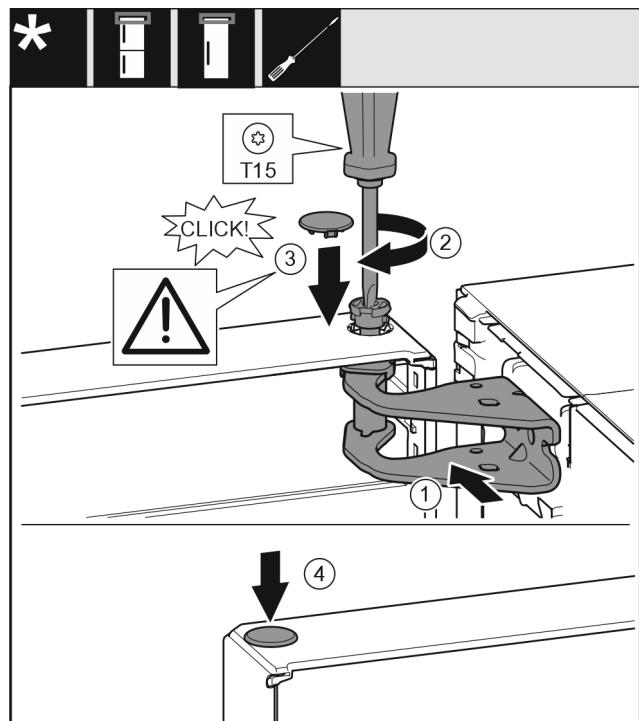

Fig. 19
- Dvere hore vyrovnajte s otvorom v ložiskovej konzole. Fig. 19 (1)
- Vložte čap a pevne ho priskrutkujte skrutkovačom T15. Fig. 19 (2)
- Namontujte poistný kryt pre poistku dverí: nasadte poistný kryt a skontrolujte, či prilieha ku dverám. Inak čap vložte úplne. Fig. 19 (3)
- Nasadte zátku. Fig. 19 (4)